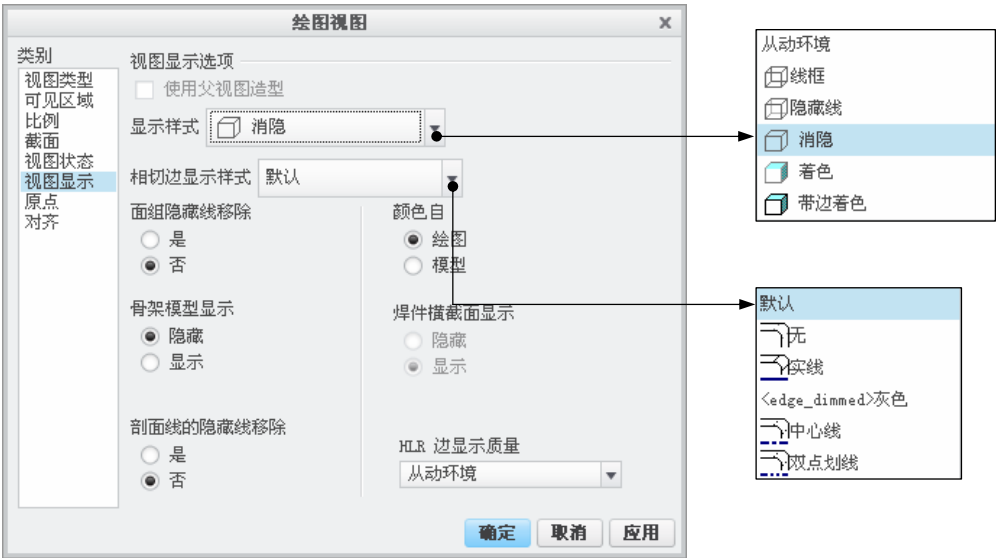

图 10.4.18 “绘图视图”对话框
Step2. 系统弹出图 10.4.18 所示的“绘图视图”对话框，在该对话框中选择 **类别** 选项组中的 **视图显示** 选项。
Step3. 按照图 10.4.18 所示的对话框进行参数设置，即“显示线型”设置为“消隐”，然后单击对话框中的 **确定** 按钮，关闭对话框。